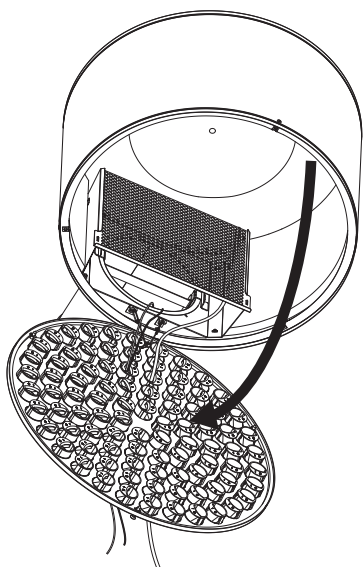

Bild 4. Frontplåten i utfällt läge. Produkten är öppnad för montage. Behåll snören och slang utdragna genom dysorna för senare injustering.
- 2) Lossa de resterande 2-3 skruvarna och 'öppna' frontplåten i riktning mot säkerhetslinan och inloppsstosen. Låt fronten hänga kvar i säkerhetslinan som stöd genom hela monteringen. Låt slang och snören förbli utdragna genom dysorna i fronten, se **bild 4**.